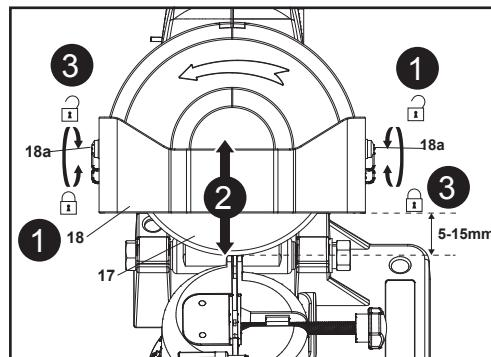

Fig. 8
1. Afloje los dos tornillos (18a) hacia la izquierda con un destornillador Phillips adecuado (no se suministra), pero no los quite (Fig. 8, paso 1).
2. Deslice la protección móvil transparente (18) hacia arriba o hacia abajo hasta la posición adecuada (Fig. 8, paso 2).
3. Fije la protección móvil transparente (18) apretando los dos tornillos (18a) hacia la derecha (Fig. 8, paso 3).